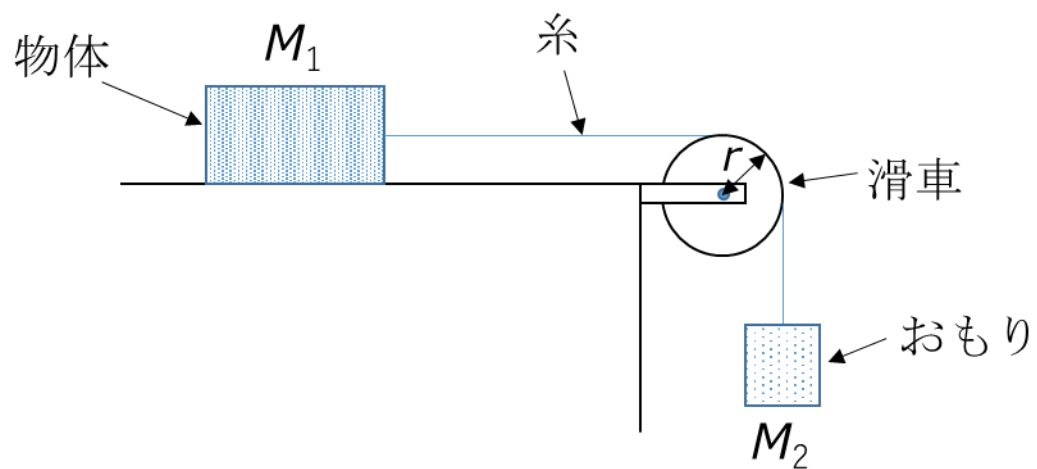

図1-1
(4) 図1-1のように、水平で滑らかなテーブル上に置かれている質量 M_1 の物体を、糸と滑車を使って質量 M_2 のおもりで引っ張る場合を考える。このとき物体の加速度及び物体側の糸の張力を求めなさい。ここで、滑車の半径を r 、慣性モーメントを I 、重力加速度を g とし、糸は滑車で滑らないものとする。なお、導出過程も記入しなさい。